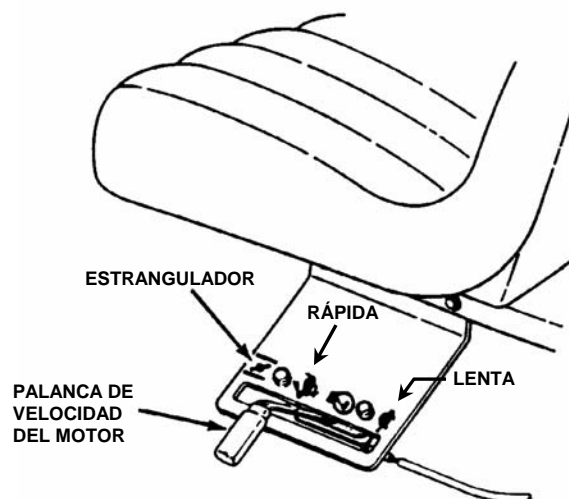

FIGURA 2.6
5. Mueva la palanca de velocidad del motor a la posición de estrangulador para arrancar un motor frío. Vea la figura 2.6.
1. Ponga la palanca de cambio en punto muerto (N). NO arranque el motor con la palanca de cambio en una posición de marcha.